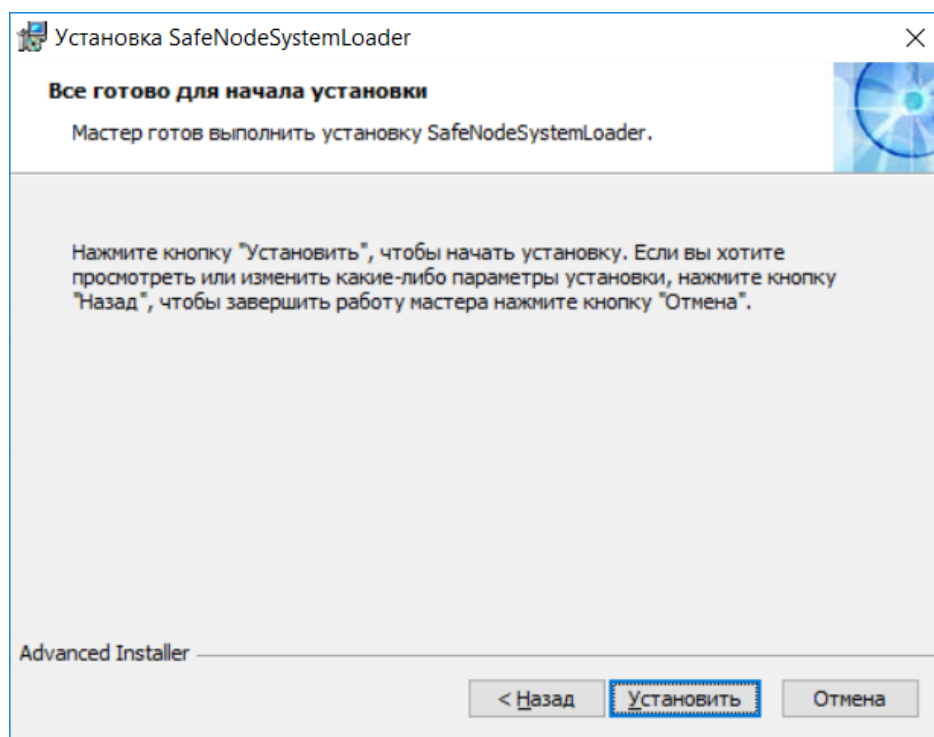

Рисунок 3.12 – Диалоговое окно готовности установки изделия
3.3.8 Все необходимые подготовительные действия для выполнения второго этапа установки изделия завершены. Для начала процесса необходимо нажать кнопку **«Установить»** (рисунок 3.12).